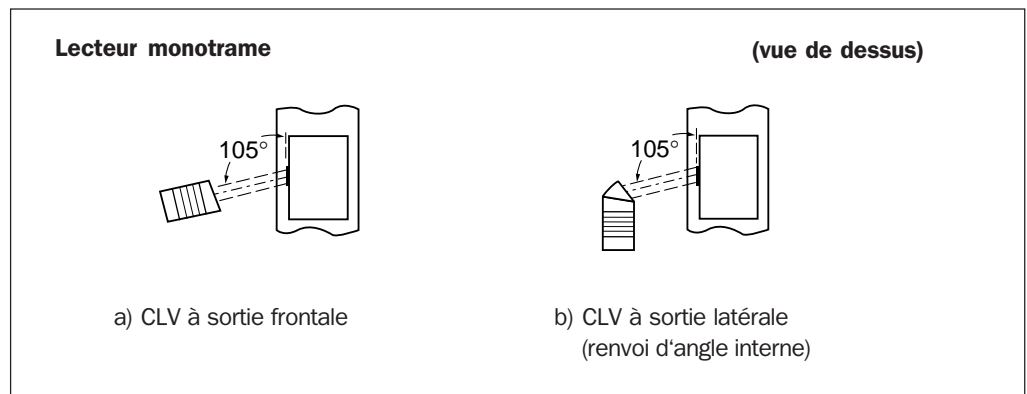

Fig. 11. Prévention des réflexions directes par l'angle faisceau/normale au code.
- Monter le CLV à sortie frontale (a) de sorte que le plan de scrutation s'écarte d'environ 15° de la normale au code à barres (fig. 11).